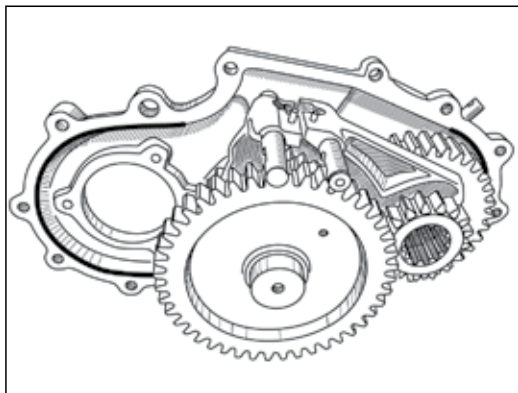

Рис. 12
8. Установите вал заднего моста в крышку картера РК. Отметьте место доработки крышки (Рис.12 место касания шестерни отмечено жирной линией). Доработайте на глубину 3-4 мм УШМ с диаметром диска до 125 мм.